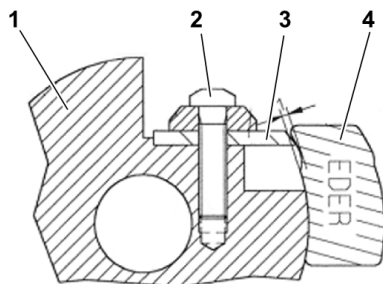

Fig.15: Cambiar cuchillas en la fresadora-cepilladora
- > Aflojar ligeramente el tornillo de la cuchilla (2 – Fig.15).
- > Colocar la galga de la cuchilla (4 - Fig.15) contra el cabezal de corte (1 - Fig.15) y empujar la cuchilla (3 - Fig.15) contra la galga de la cuchilla hasta que toque la zona con muescas.